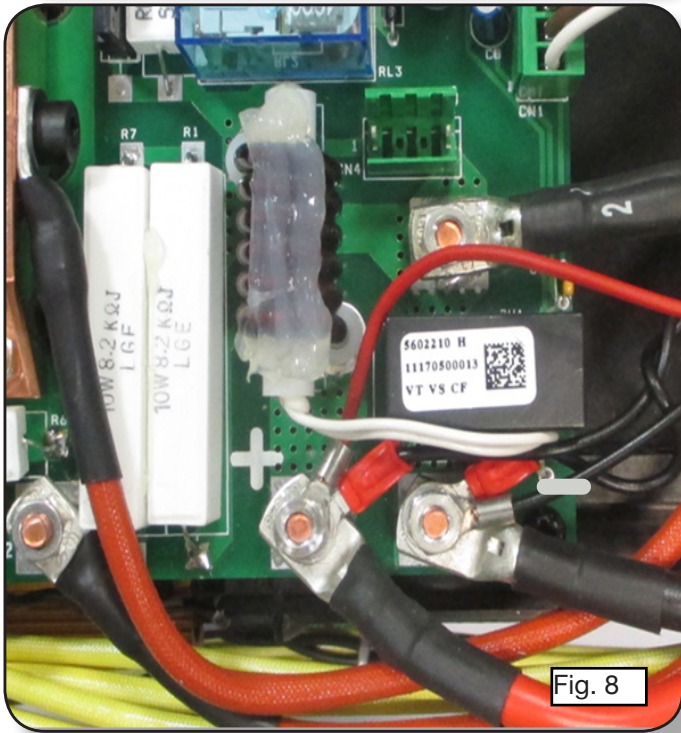

Fig. 8
- Enchufar el terminal corvado M5 presente en el extremo del cable negro de la conexión 4 al tornillo que se muestra con el símbolo '+' en la tarjeta 5602210, como se muestra en la fig. 8
- Enchufar el terminal corvado M5 presente en el extremo del cable rojo de la conexión 2 al tornillo que se muestra con el símbolo '+' en la tarjeta 5602210, como se muestra en la fig. 8
- Enchufar el terminal corvado M5 presente en el extremo del cable negro de la conexión 4 al tornillo que se muestra con el símbolo '+' en la tarjeta 5602598, como se muestra en la fig. 8
- Enchufar el terminal corvado M5 presente en el extremo del cable rojo de la conexión 2 al tornillo que se muestra con el símbolo '+' en la tarjeta 5602598, como se muestra en la fig. 8